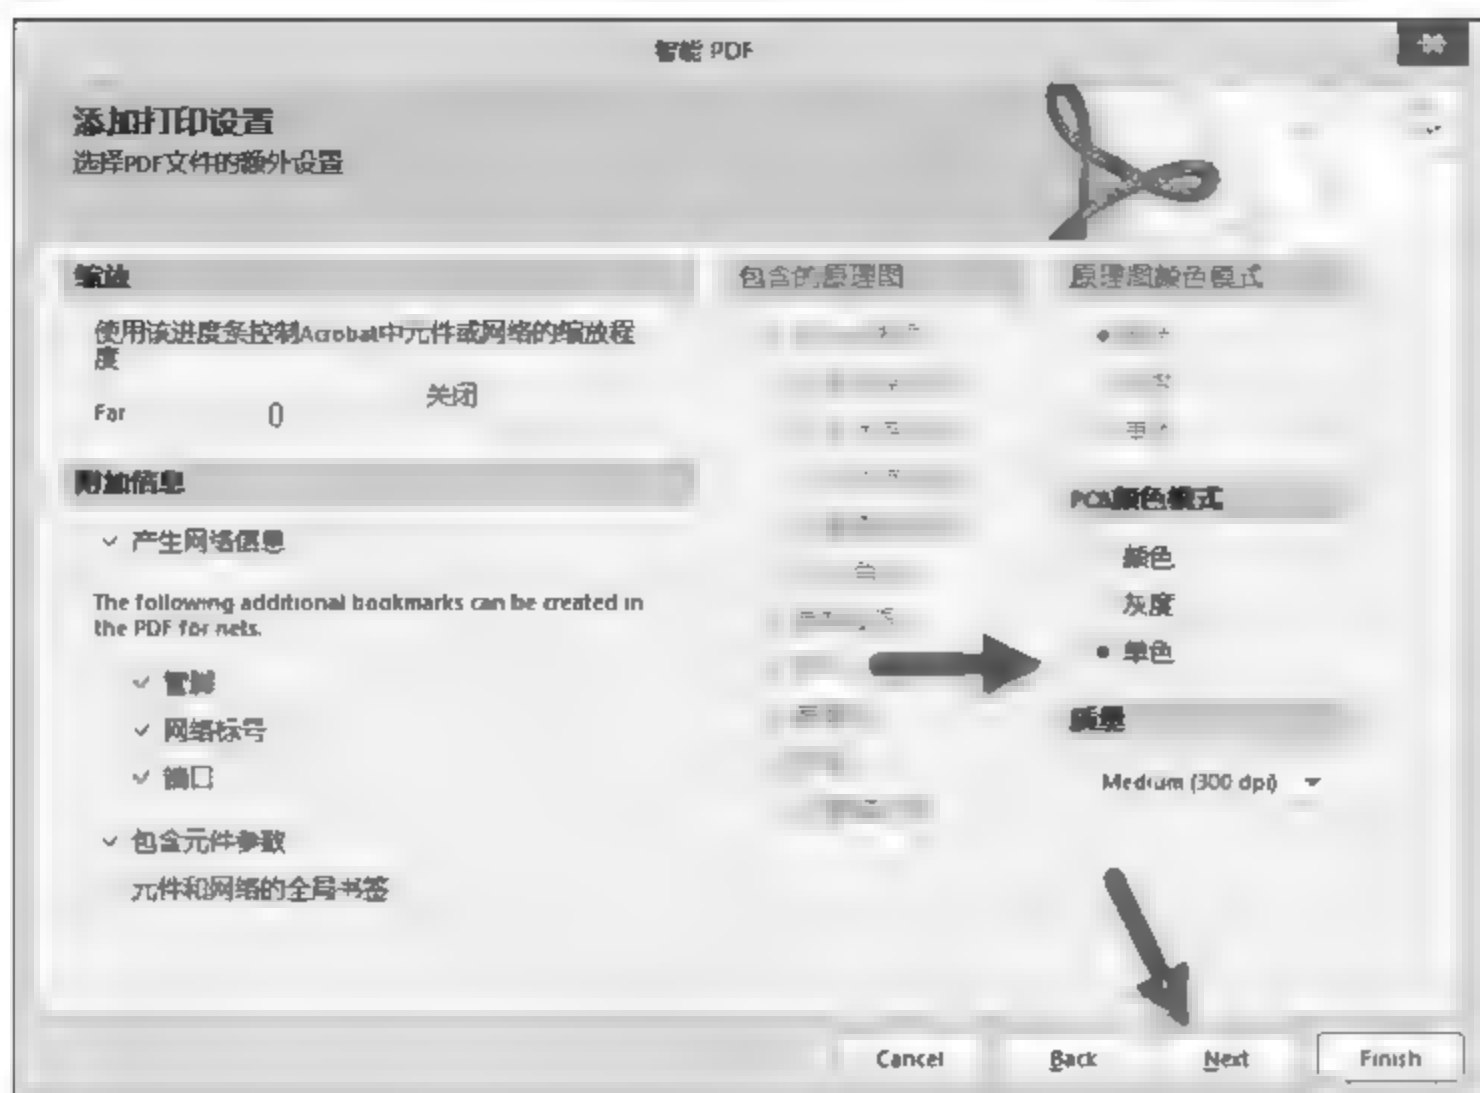

图 6-34 添加打印设置界面
(13) 在弹出的“添加打印设置”界面中,设置“PCB 颜色模式”为“单色”,然后单击 Next 按钮,如图 6-34 所示。